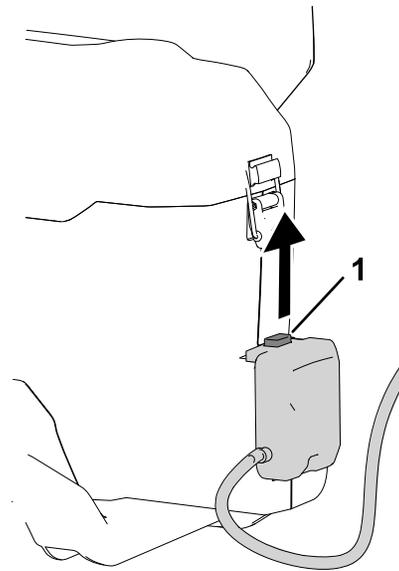

Figure 7
2. Appuyez sur le bouton de verrouillage sur le connecteur du bloc dorsal et tirez-le vers le haut pour séparer l'attache du bloc dorsal (Figure 7).